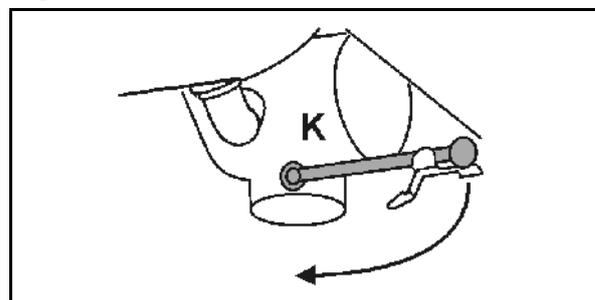

Fig. 110
6. Le cas échéant, éliminez le reliquat par le robinet de vidange (Fig. 110) dans le champ.